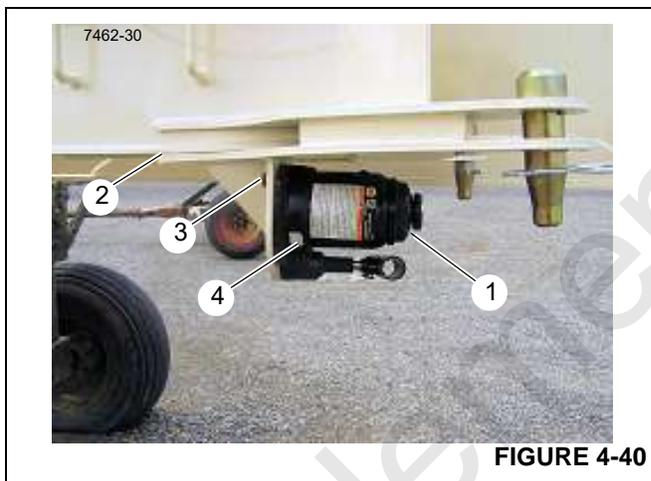

FIGURE 4-40
1. Avec le sabot complètement abaissé et le piston enfoncé, mettre le cric en position verticale et retirer le bouchon de remplissage d'huile. (4, Figure 4-40).
2. Pour vidanger l'huile, retirer le bouchon de remplissage (4, Figure 4-40).